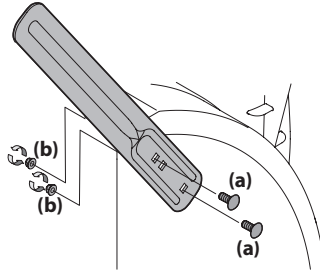

Figura 2-52
1. Retire los dos tornillos (a) y las tuercas de seguridad (b) que sujetan cada cortador de desplazamiento de nieve y retírelos de los lados de la caja de la barrena. Consulte Figura 2-52.
2. Gire los cortadores de desplazamiento de nieve y ubíquelos como se muestra en la Figura 2-52 hacia el exterior de la caja de la barrena.